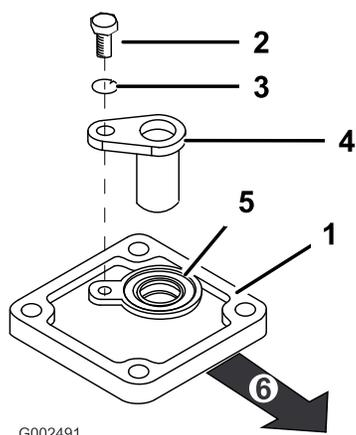

Figura 6
4. Instale a nova tampa na transmissão utilizando os quatro parafusos removidos no Passo 1 (Figura 6). A orientação correcta da tampa é com o vedante voltado para cima e posicionado na direcção do lado esquerdo do veículo.
5. Instale o sensor dos carretos utilizando o parafuso (M6 x 1.00 x 12) e a anilha de mola (M6) conforme ilustrado em Figura 6.